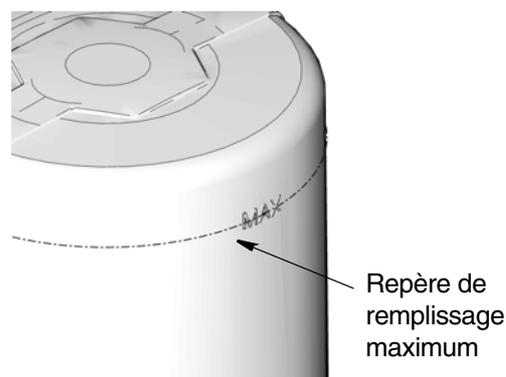

FIG. 21
- Ne pas trop remplir (FIG. 21).
4. Lorsque la graisse atteint le repère de remplissage maximum (FIG. 21), retirer le tuyau de remplissage et remplacer le capuchon de protection contre la poussière (26) sur le raccord d'admission (25).